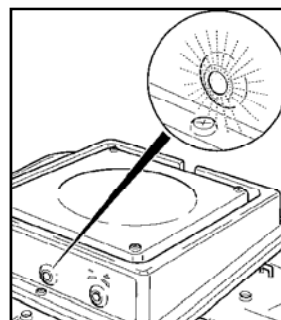
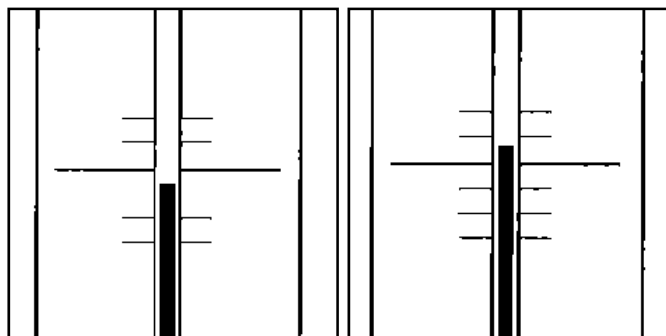

Fig. 3
Fig. 4
2) La couveuse fermée et vide, insérez la fiche d'alimentation dans la prise de courant. Attendez que le voyant vert (voir Fig. 3), qui d'abord reste toujours allumé, commence à clignoter, en vous signalant que la température interne commence à se stabiliser. Attendez pendant une heure à peu près, contrôlez ensuite sur le thermomètre que le liquide atteigne approximativement la ligne rouge qui correspond à 37,8°C ou 100° F (voir Fig. 4). Ne changez la température que si le liquide s'est stabilisé deux lignes au-dessous ou au-dessus de la ligne rouge. Après avoir achevé la "PRÉPARATION ET LA MISE EN MARCHE" en suivant les indications du point 1 au point 6, vous pourrez, si nécessaire, modifier la température en suivant les indications que vous trouverez au paragraphe "THERMOMÈTRE ET RÉGULATION DE LA TEMPÉRATURE".
- Si pendant le fonctionnement le voyant vert (voir Fig. 3) reste toujours allumé et la température est insuffisante essayez de la réguler tout en gardant la situation sous contrôle. Si la température dépasse d'une ou deux lignes la ligne rouge et que même au bout d'une dizaine de minutes elle ne semble pas vouloir diminuer et que le voyant vert est éteint, essayez de la réguler, après vous être assurés qu'il n'y aille aucun danger. Si ceci n'est pas possible, éteignez la couveuse et contactez votre revendeur.